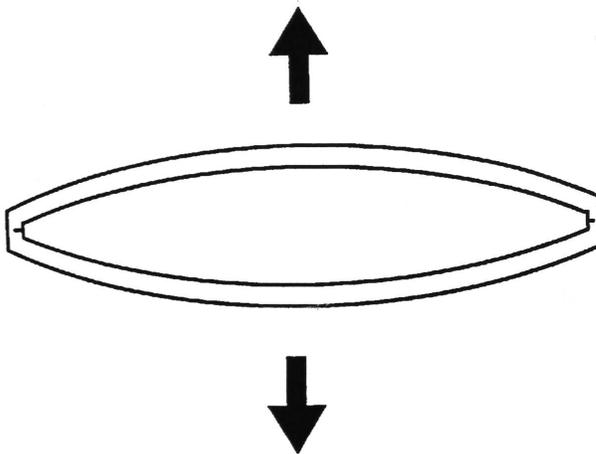

Figure 1
2. Une fois que l'ancien joint est enlevé, tirer le joint fourni dans le sens illustré à la Figure 1 pour former un cercle, comme il est illustré à la Figure 2.